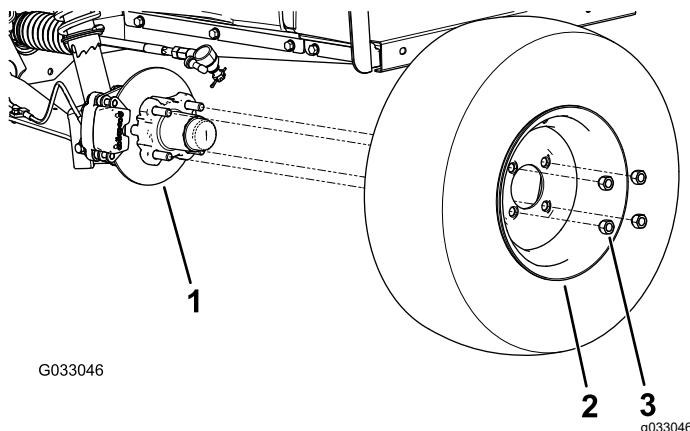

Рисунок 31
2. Отверните 4 зажимные гайки, которые крепят каждое колесо к ступице (Рисунок 31).
- Совместите отверстия в колесе со шпильками в ступице и установите колесо на ступицу так, чтобы вентиль шины был направлен наружу (Рисунок 31).
- Закрепите колесо на ступице с помощью зажимных гаек (Рисунок 31).